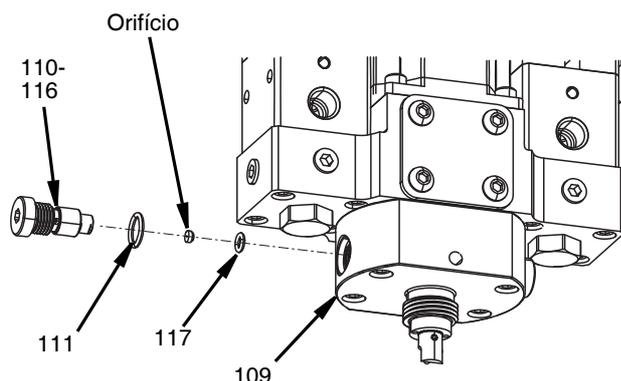

FIG. 29
3. Remova o orifício e o-ring (117) da gaxeta no fundo da válvula de verificação e na cavidade do orifício do bocal (109). Consulte a FIG. 29